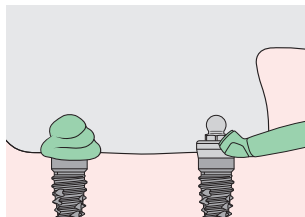

Fig. 6
7. (Fig. 6): Material de impresión recomendado: Utilizar un material de viscosidad media o alta, p.ej. vinilpolisiloxano o goma de poliéter. Colocar las piezas auxiliares de duplicado/los mantenedores de espacio rojos/as suministradas/os (No de pedido 072626) y orientarlos de modo que queden paralelos entre sí. Se aplica anestesia por infiltración alrededor del espaciador y del Dalbo® Certain® Abutment sin que salgan burbujas y, a continuación, se inserta la cubeta de impresión cargada con material de impresión.